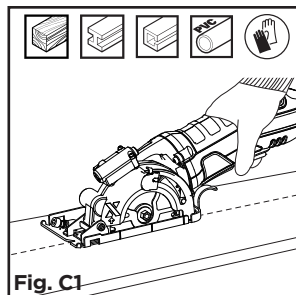

Fig. C1
## COUPE DE REFENTE ET TRANSVERSALE (voir Fig. C1, C2)
- 2) Lors des coupes de refente ou transversales, alignez votre ligne de coupe avec le centre du « V » (indicateur d'alignement de la lame), situé sur l'avant de la plaque d'appui de la scie. (Voir Fig. C1)